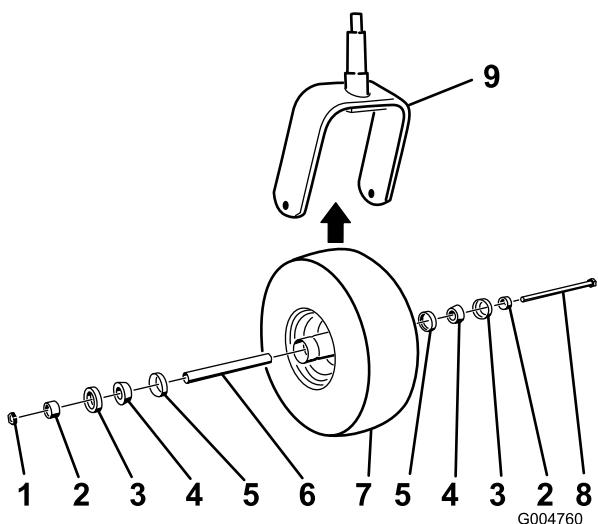

Bild 53
2. Entfernen Sie die Sicherungsmutter von der Schraube, mit der das Laufrad an der Gabel befestigt ist (Bild 53).
5. Montieren Sie das Laufrad, indem Sie die konischen Lager und Dichtungen, die mit Schmiermittel gefüllt sind, in die Radnabe drücken, siehe Bild 53 für die Positionierung.